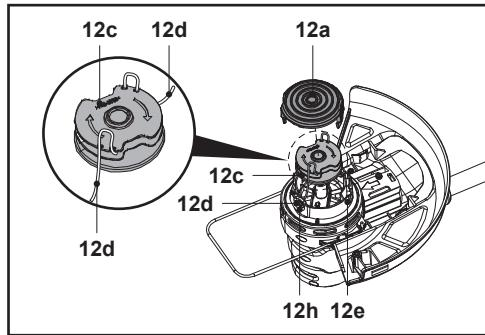

Fig. 24
6. Solte o fio do aparador (12d) dos entalhes e mantenha-o nessa posição. Evite que o fio do aparador (12d) se separe da bobina do aparador (12c) (Fig. 24, passo 1).
7. Passe a extremidade do fio do aparador através do olhal (12h) na caixa (12e) (Fig. 24, passo 2).
9. Introduza a bobina do aparador (12c) na caixa (12e) (Fig. 24, passo 3). Torça a bobina até encaixar no devido lugar.